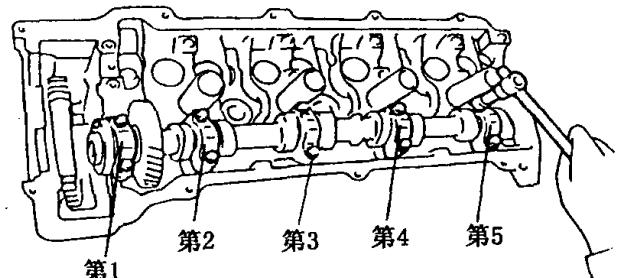

图1-1-7 拆下轴承盖
②见图1-1-7，均匀的松开并拆下第1、2、4、5号轴承盖螺栓和轴承盖。注意：这一步不要拆下第3号轴承盖螺栓。